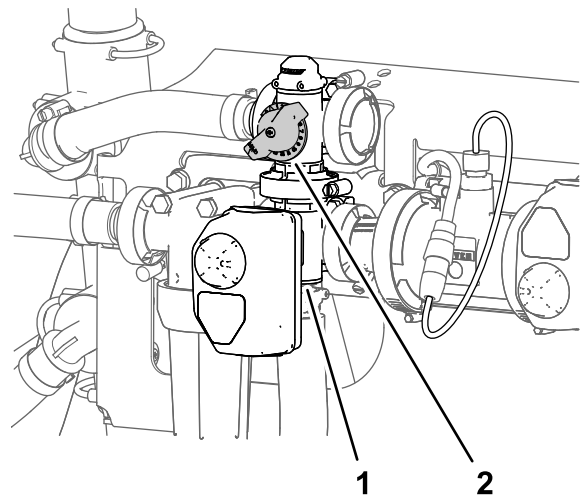

Figure 29
- Réglez la vanne de dérivation d'agitation (Figure 29) à l'arrière de la vanne d'agitation jusqu'à ce que la pression indiquée soit 6,89 bar.